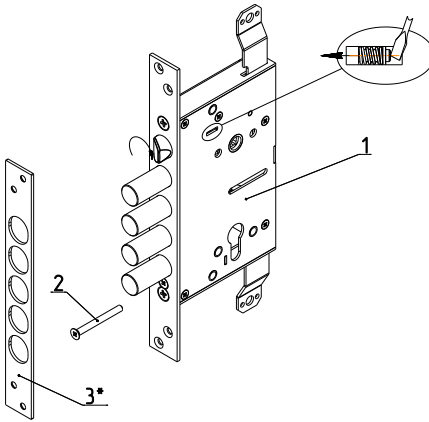

Рис.1
Комплектность замка приведена в таблице и показана на рис. 1.
4.2. Установить, при необходимости, защелку в соответствующее положение для правой или левой двери путем ее выдвигения из корпуса отверткой через паз в крышке замка и разворота на 180° вокруг своей оси (см. рис.1).